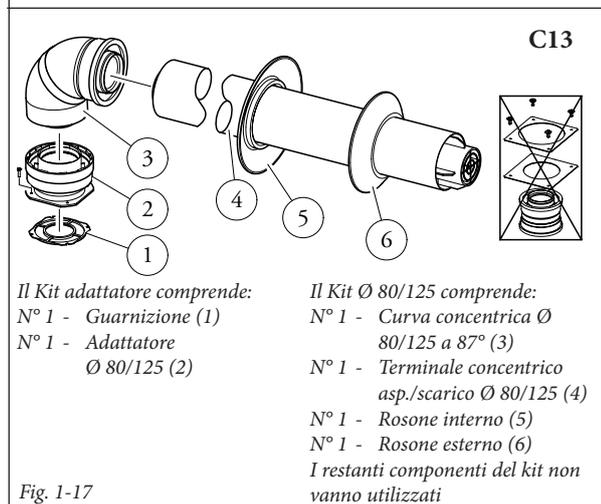

Fig. 1-17
**Kit orizzontali di aspirazione - scarico Ø 80/125.** Montaggio kit (Fig. 1-17): per l'installazione del kit Ø 80/125 occorre utilizzare il kit adattatore flangiato per poter installare il sistema fumario Ø 80/125. Installare l'adattatore flangiato (2) sul foro centrale della caldaia interponendo la guarnizione (1) posizionandola con le sporgenze circolari verso il basso a contatto con la flangia di caldaia e serrare con le viti presenti nel kit. Innestare la curva (3) con lato maschio (liscio) sino a portarla in battuta sull'adattatore (1). Innestare il tubo terminale concentrico Ø 80/125 (5) con lato maschio (liscio), nel lato femmina della curva (4) (con guarnizioni a labbro) sino a portarlo in battuta, accertandosi di avere già inserito il relativo rosone interno (6) ed esterno (7), in questo modo si otterrà la tenuta e la giunzione degli elementi che compongono il kit.